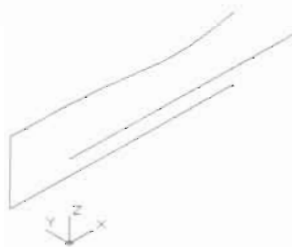

图 13-112
(5) 单击“绘图”工具栏中的“样条曲线”按钮 , 绘制如图 13-112 所示的样条曲线, 命令执行过程如下。